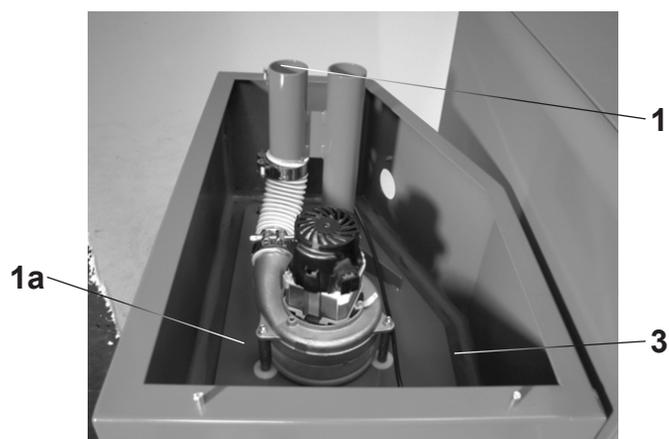

Fig. 15
1. Allentare i dadi ad alette, smontare i tubi flessibili di alimentazione (1, Fig. 15) e il modulo di aspirazione (1a, Fig. 15).
3. Controllare e pulire la guarnizione del modulo di aspirazione-box pellet (3, Fig. 15).